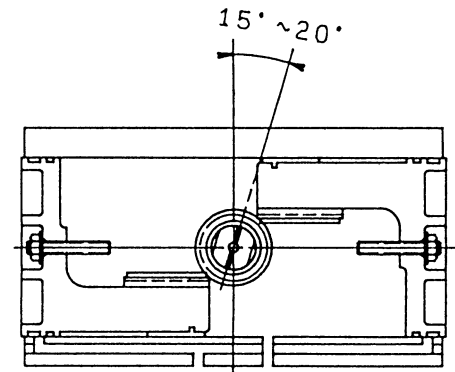

图 10-11.
- 输出轴 (104) 装配好后, 将输出轴方头部位的 V 形槽处于如图 10-11 所示的位置。
- 在保持图 10-11 所示角度的同时, 将活塞 (102) 气缸的两侧装入。当两个活塞的齿条部位和输出轴上的齿轮接触后, 用扳手卡住轴出轴的方头部位, 并逆时针转动, 使齿轮与齿条啮合, 活塞向内部移动。
- 活塞装配结束后, 使输出轴逆时针旋转, 必须确认输出轴方头部的 V 形槽与气缸 (101) 近似成平行, 如稍有偏差, 可用设在活塞中心部位的内限位螺钉进行调整, 如相差较大, 则须重新进行装配。